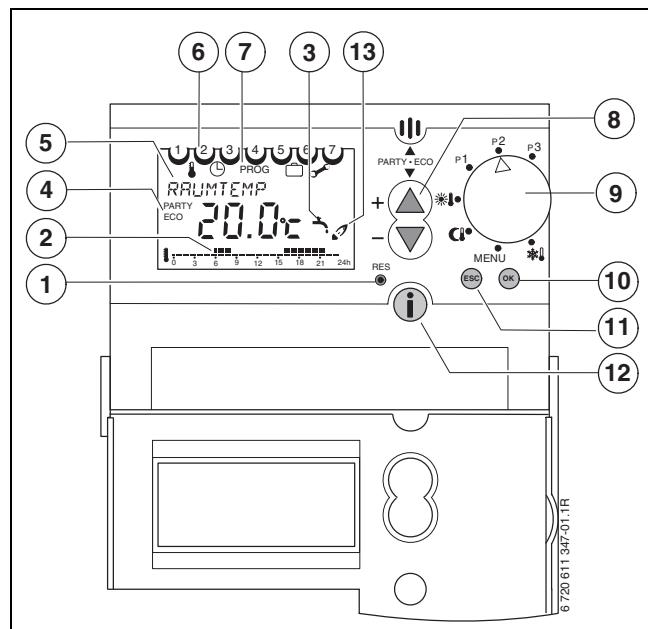

Fig. 8 Schema degli elementi di comando
A seconda della posizione della manopola (Pos. 9, Fig. 8), sul display appaiono le seguenti visualizzazioni standard:
- Posizionare il selettore impostazioni su **MENU** (vedi Fig. 8).